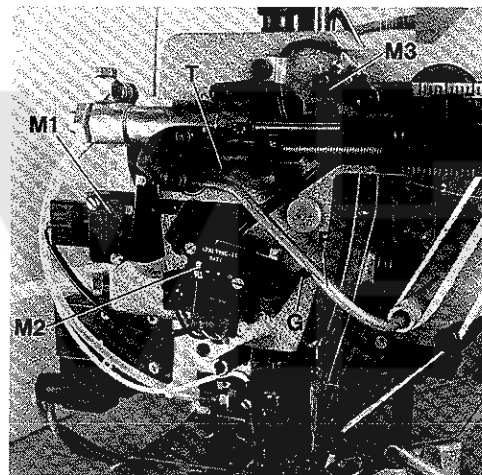

Fig. 58
Micro switch M1, Figs. 58 and 59:
Micro switch M3, Figs. 58 and 60:
Mikroschalter M1, Fig. 58 und 59:
Mikroschalter M3, Fig. 58 und 60:
3. Move actuating lever (F, Fig. 58) between the two stop roll pins (G and T) very slowly up and down. Yet the actuating lever (F) must reach a neutral position between lower and upper roll pin (G and T), where the rotating puller roller of the metering device visibly stops, before it rotates in the opposite direction, when moving the actuating lever further on. I.e. the switching of the micro switches (M1 and M2) is not allowed to overlap! If necessary, reposition micro switches (M1 and M2) slightly. Observe the end play of the roller lever of the switches, as described above.
The actuating lever (F, Fig. 58) effects by switching on and off the motor of the metering device with micro switch (M1), that the required amount of lace respectively elastic is metered exactly under the preset tension.
By the increased spring tension yet the actuating lever (F, Fig. 58) is pressed against stop roll pin (T). Simultaneously micro switch (M2) switches the motor respectively the puller roller of the metering device to rotate in the opposite direction until the second tension is reached, under which lace or elastic is again metered uniformly.
3. Bewegen Sie den Schaltbügel (F, Fig. 58) zwischen den beiden Anschlag-Spannhülsen (G und T) sehr langsam auf und ab. Dabei muß der Schaltbügel (F) zwischen unterer und oberer Spannhülse (G und T) eine neutrale Stellung erreichen, bei der die sich drehende Walze des Zumeßgeräts sichtbar stoppt, bevor sie sich, beim Weiterbewegen des Schaltbügels, in entgegengesetzter Richtung dreht. Das heißt, das Schalten der Mikroschalter (M1 und M2) darf sich nicht überlappen! Wenn notwendig versetzen Sie die Mikroschalter (M1 und M2) ein wenig. Beachten Sie dabei das Spiel der Schalter-Rollenhebel, wie vorstehend beschrieben.
Der Schaltbügel (F, Fig. 58) bewirkt durch Ein- und Ausschalten des Motors des Zumeßgeräts mit dem Mikroschalter (M1), daß die benötigte Spitzen- bzw. Gummibandmenge unter der voreingestellten Spannung genau zugemessen wird.
Der Schaltbügel (F, Fig. 58) wird dabei durch die erhöhte Federspannung gegen die Anschlag-Spannhülse (T) gedrückt. Gleichzeitig schaltet der Mikroschalter (M2) den Motor bzw. die Walze des Zumeßgeräts in die entgegengesetzte Drehrichtung bis die zweite Spannung erreicht ist, unter welcher Spitze oder Gummiband wieder gleichmäßig zugemessen wird.